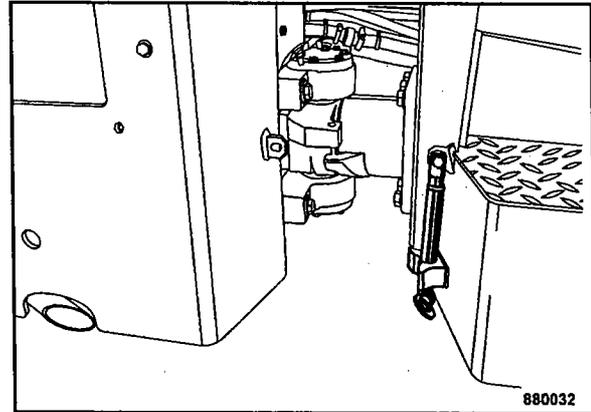

Fig. 83
- Sacar el perno del seguro Bolzen de la articulación de codo y abatir la barra de protección hacia atrás en el soporte (Fig. 83).